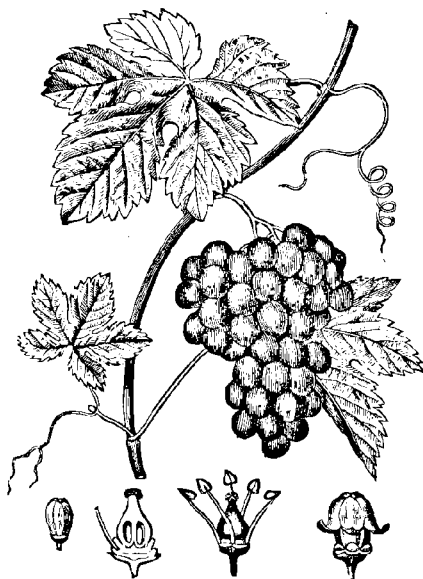

Fig. 168. Rameau de vigne.
**Vigne et Raisin.** — La matière première employée est le *raisin* ou fruit de la vigne, plante vivace, sarmenteuse, grimpante, qui croît dans les climats moyennement chauds et comprend plusieurs variétés nommées *cépages* (fig. 168).